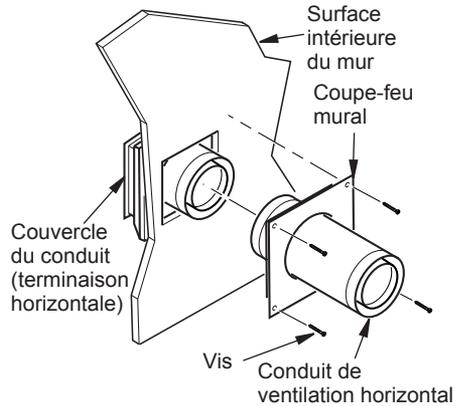

Figure 12 - Raccordement du couvercle au conduit de ventilation horizontal
7. **Raccordement du couvercle au conduit de ventilation horizontal** : placez le coupe-feu mural sur le conduit de ventilation avant de raccorder la section horizontale au couvercle du conduit (voir figure 12).